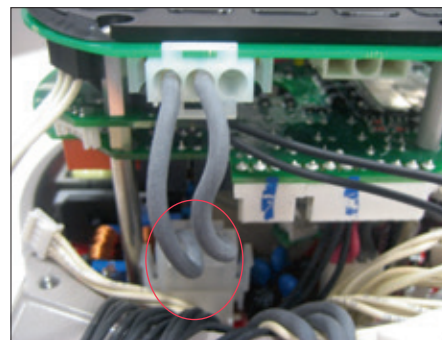

Figura 32
- Collegare il cavo dell'alimentazione a 2 fili della scheda OM13 alla scheda di alimentazione (Figura 32).